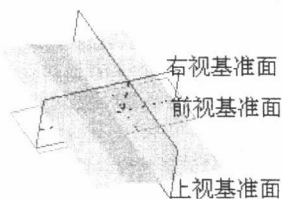
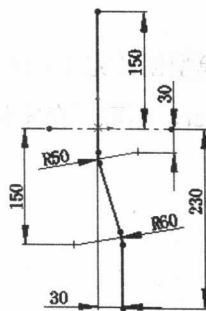

图 2.2 曲面一拉伸 1
图 2.3 横断面草图
Step2. 创建图 2.2 所示的曲面一拉伸 1。
(1) 选择下拉菜单 **插入(I)** → **曲面(S)** → **拉伸曲面(E)** 命令。
(2) 定义特征的横断面草图。
① 定义草图基准面。选取前视基准面作为草图基准面。
② 定义横断面草图。在草绘环境中绘制图 2.3 所示的横断面草图。